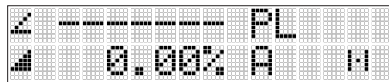

Abb. 23: PlaneLok-Anzeige am Laser
- 7.) Der Laser sucht nach dem Empfänger. Die Displays von Laser und Empfänger zeigen den blinkenden Hinweis „-PL-“, wenn der Laser sucht und den Strahl auf Soll bringt (vgl. Abb. 23). Sobald die PlaneLok-Position erreicht ist, blinkt „-PL-“ an Laser und Empfänger nicht mehr.